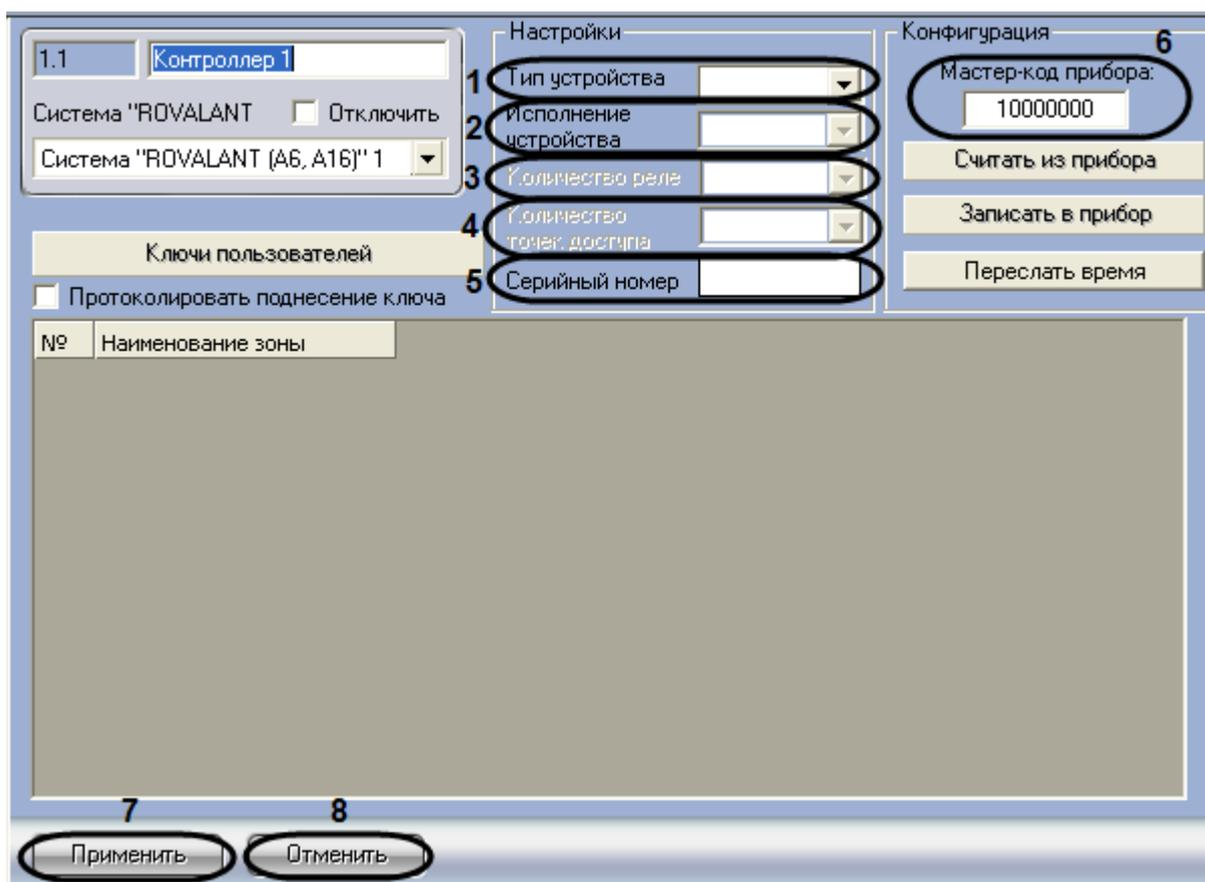

Рис. 3.3—2 Панель настроек объекта Контроллер
2. Из раскрывающегося списка **Тип устройства** выбрать тип прибора (А6 или А16) (см. Рис. 3.3—2, 1).
3. Из раскрывающегося списка **Исполнение устройства** выбрать количество охранных шлейфов, поддерживаемое прибором (см. Рис. 3.3—2, 2).